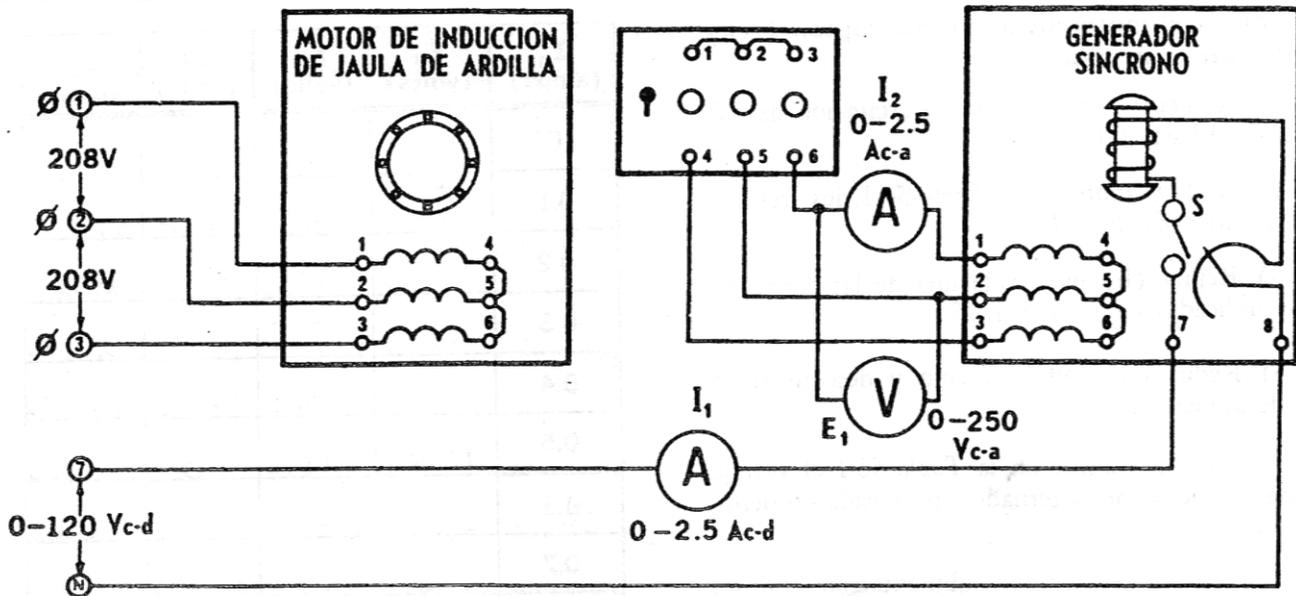

Figura 10-2
7. Conecte el circuito que se ilustra en la **Figura 10-2**, con el interruptor de sincronización EMS. Observe que el interruptor está conectado de tal manera que, al cerrarlo, queden en corto circuito directo los devanados del alternador.